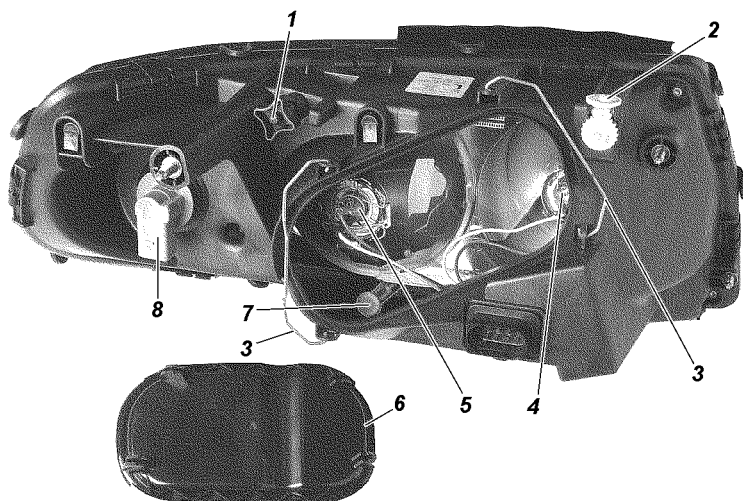

Рис. 9.42. Фара без ДХО:
3. Включите ближний свет фар и, поочередно закрывая каждую фару, вращением регулировочного винта 1 (рис. 9.42) и регулировочной шестерни 2 добейтесь, чтобы светотеневая граница слева от точек Е и Е' совпала с линией 1, а справа - с линиями 2 и 2' для левой и правой фар соответственно. Точки перелома светотеневой границы должны совпадать с точками Е и Е'.
**Замена ламп фар.** Для замены лампы указателей поворота снимите колодку с патрона 8 (см. рис. 9.42), поверните патрон по часовой стрелке (для правой фары) или против часовой стрелки (для левой фары) и выньте патрон в сборе с лампой.